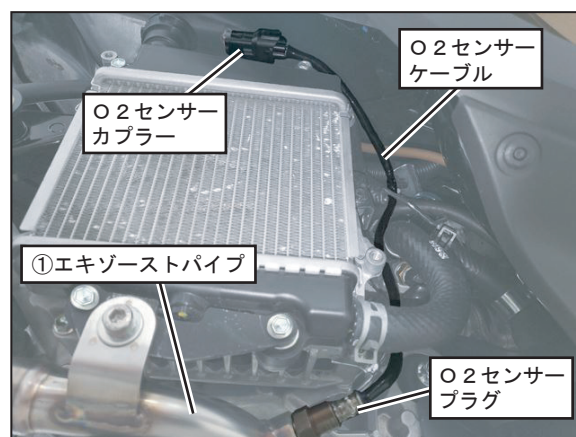

FIG. 15
11. O2センサーのケーブルをFIG. 15を参照して、ケーブルに負荷のかからない様に配線し、カプラーを車両のステーに戻した後、接続して下さい。
(FIG. 15 参照)